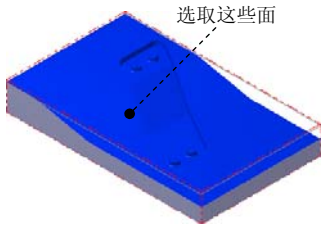

图 14.6 选取加工面
(1) 选取加工面。在图形区中选取图 14.6 所示的所有面（共 41 个面），然后按 Enter